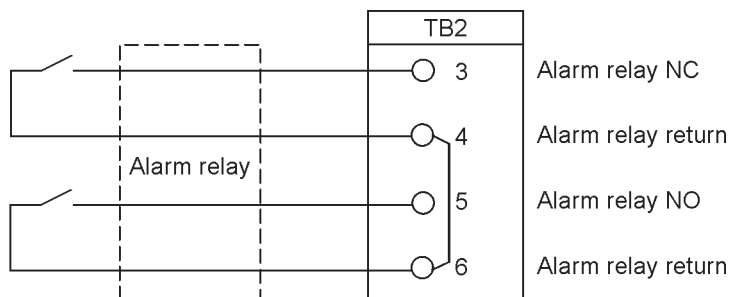
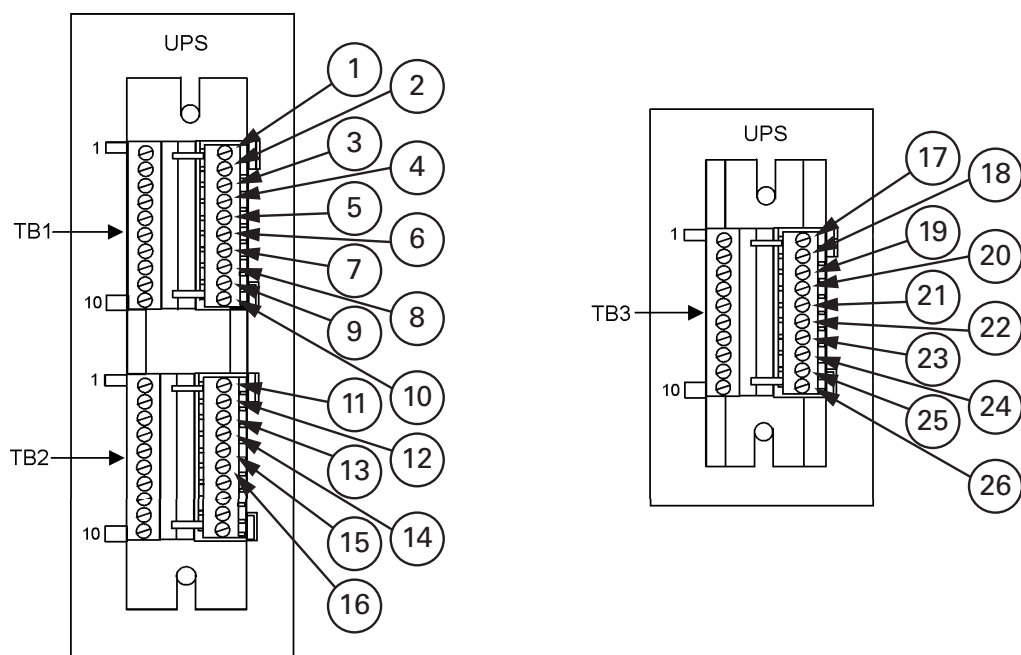

Рис. 4-7. Типовое подключение аварийного реле
Рис. 4-9. Назначение разъемов клеммных блоков TB1, TB2 и TB3
10. Расположение соответствующих клемм, а также требования по проводке и ее подключению см. на Разд. 3.2.3 на стр. 24, Табл. 4-1 на стр. 48, и с Рис. 4-7 по Рис. 4-9.
Для информации о подключении разъемов ТВ1, ТВ2 и ТВ3 см. Рис. 4-9, а для детали AA – Рис. .